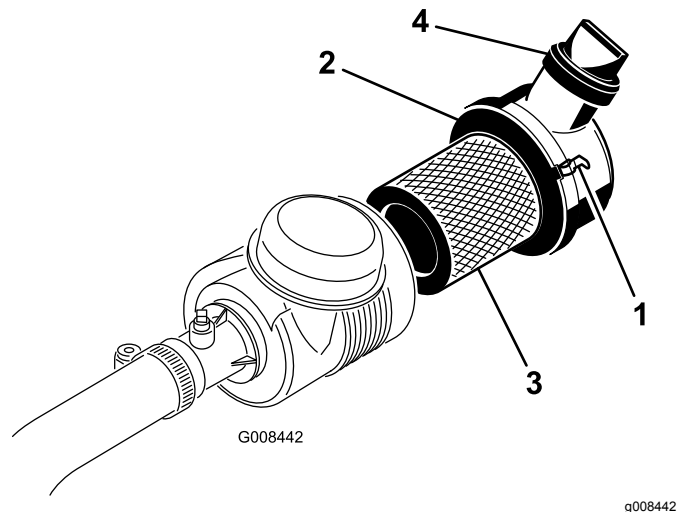

Figura 38
1. Rilasciate i fermi che fissano il coperchio del filtro dell'aria al relativo corpo (Figura 38).
7. Montate il coperchio e fissate i fermi (Figura 38).